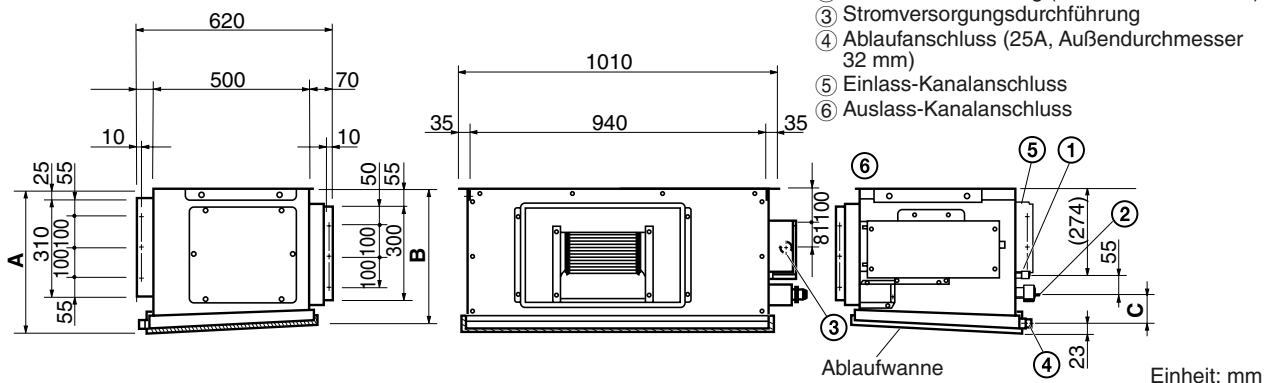

Abb. 3-168
- Abb. 3-168 und Tabelle 3-7 enthalten die genauen Abmessungen der Inneneinheit.